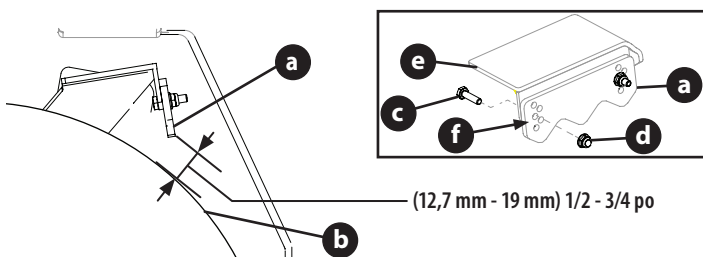

Fig. 24
2. Lorsque le frein de stationnement désengagé, mesurez l'écart entre la cale de frein (a) et le pneu arrière (b) des deux côtés de la tondeuse. Cette mesure doit être comprise entre 1/2 et 3/4 (12,7 mm à 19 mm) (Fig. 24 à la page 94).
4. Si nécessaire, procédez comme suit pour régler les cales de frein (Fig. 24 à la page 94) :